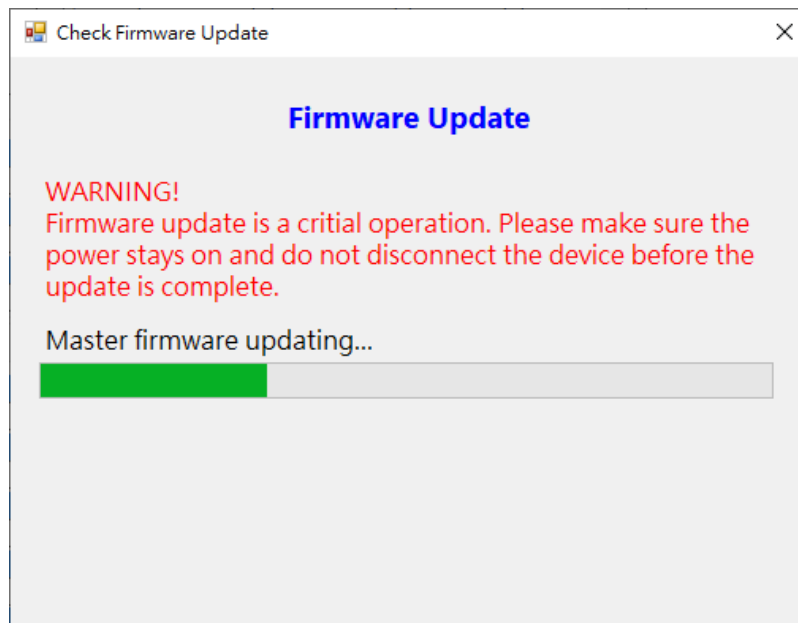

Figura 6-6
- 6 S100 Viewer descargará el nuevo firmware del servidor Polaris y lo cargará en el S100, con el cuadro de mensaje indicando el estado de actualización del software que se muestra en la Figura 6-6.